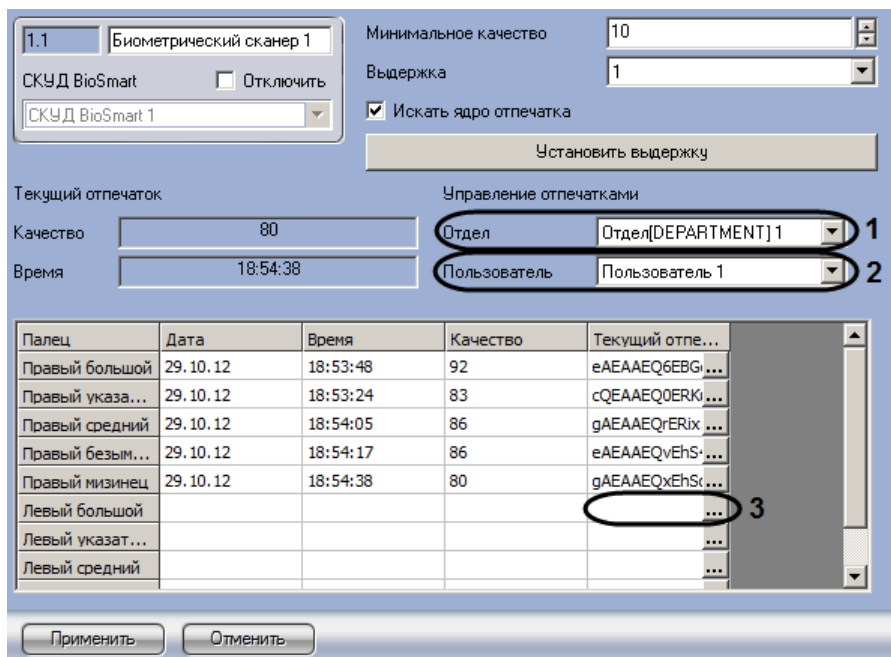

Рис. 3.12—1 Удаление отпечатка пользователя
1. Перейти на панель настроек объекта **Биометрический сканер** (Рис. 3.12—1).
2. Из раскрывающегося списка **Отдел** выбрать объект **Отдел**, в который входит пользователь (см . Рис. 3.12—1, 1).